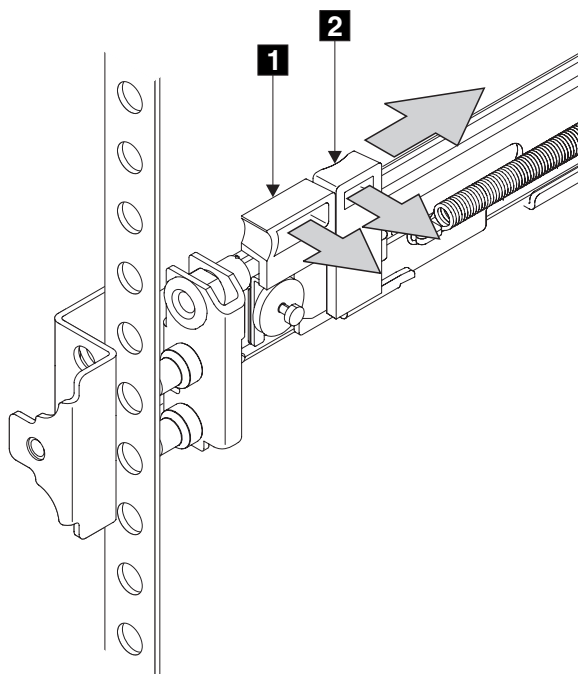

図 115. SAN ボリューム・コントローラー用左方サポート・レール
2. 524 ページの図 115 に示すように、左手の人さし指をラッチ・レバーの後端 **2** に置き、左の親指をラッチ・ロックの前端 **1** に置きます。